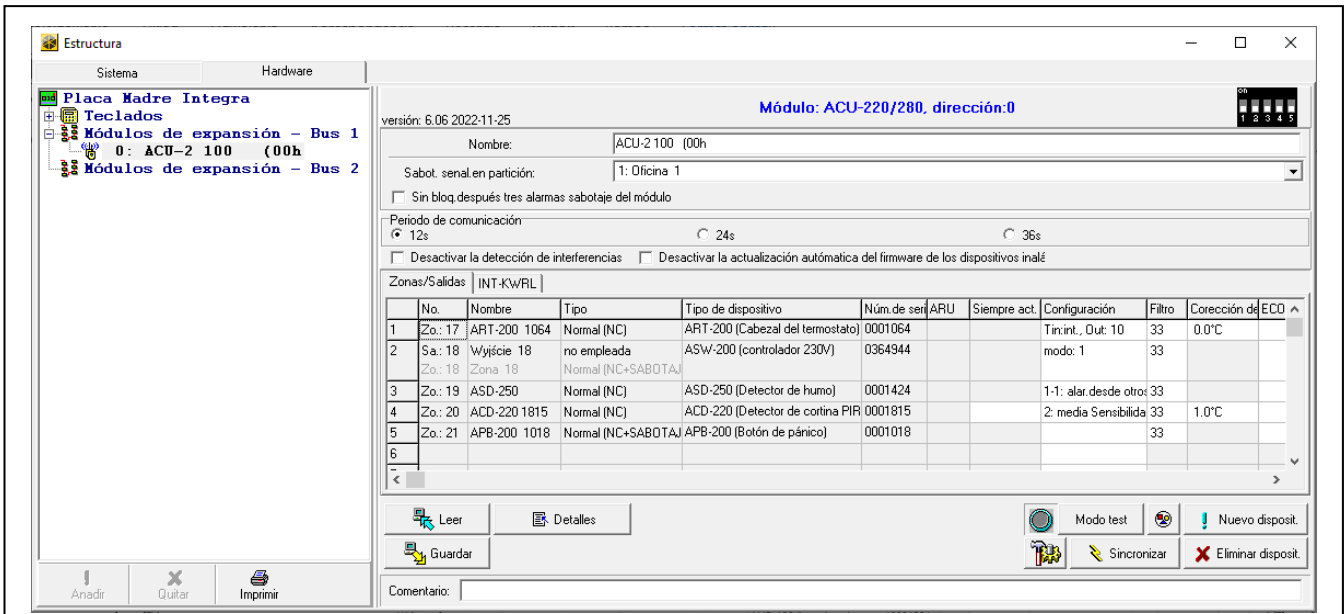

Fig. 24. Programa DLOADX: ajustes del controlador en el sistema INTEGRA.
- programa DLOADX: ventana «Estructura» ►pestaña «Equipos» ►rama «Módulos de expansión» ►[nombre del controlador] (fig. 24).